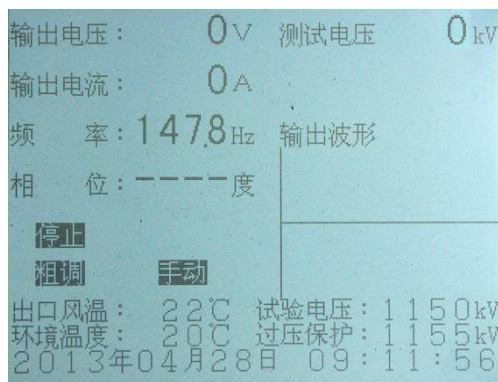

图 18 PY3520 型变频电源装置工作界面
6.6.3.2 当高压测量连接时则自动进入工作界面 2，见图 18。